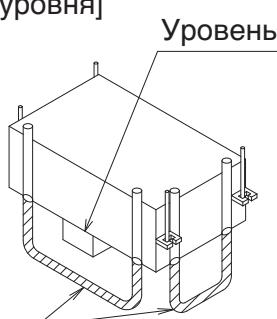

Рис. 6
- (4) Проверьте уровень блока. (См. Рис. 6)
- (5) Снимите зажимную шайбу (7), которая использовалась для предотвращения спадания шайбы подвеса (3) и затяните гайку на верхней стороне.
- (6) Снимите схему установки (5).